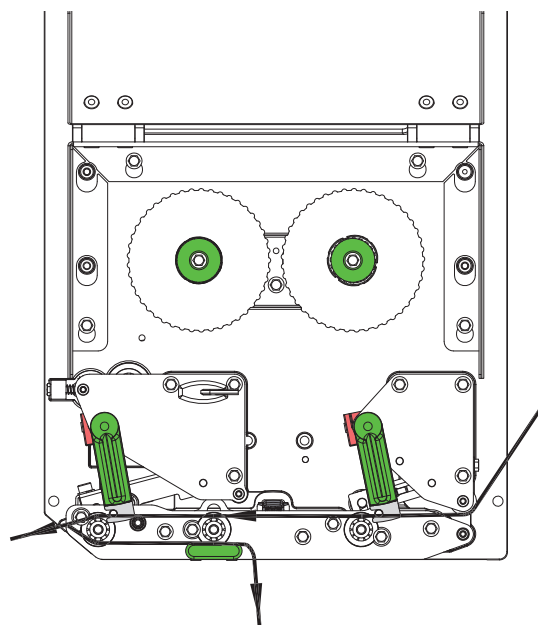

Bild 8 Etikettenlauf
2. Hebel (3) und (10) gegen den Uhrzeigersinn schwenken und dadurch Druckkopf (1) und Rückzugssystem (9) öffnen.
3. Führungsringe (4) so weit nach außen schieben, dass das Material zwischen Montagewand und Führungen passt.
4. Etikettenstreifen (8) gemäß Bild 8 bis zur Spendekante (2) einlegen und bis zum Anschlag an der Montagewand schieben. Die Druckseite der Etiketten muss von oben zu sehen sein.
5. Für das Arbeiten im Spendemodus Etiketten so weit über die Spendekante hinauschieben, dass der Streifen zurück bis zum Andrucksystem (5) reicht. Etiketten vom überstehenden Trägermaterial entfernen.
6. Hebel (3) und (10) bis zum Anschlag im Uhrzeigersinn schwenken und dadurch Druckkopf (1) und Rückzugssystem (9) verriegeln.
7. Führungsringe (4) gegen den Rand des Etikettenstreifens schieben.